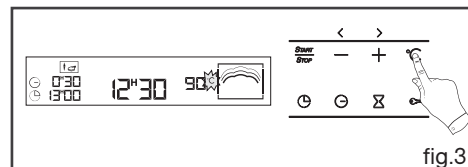

fig.3
• **Rist (fig. 3)**
- Tryk på tasten °C, symbolet "°C" blinker (fig.3).